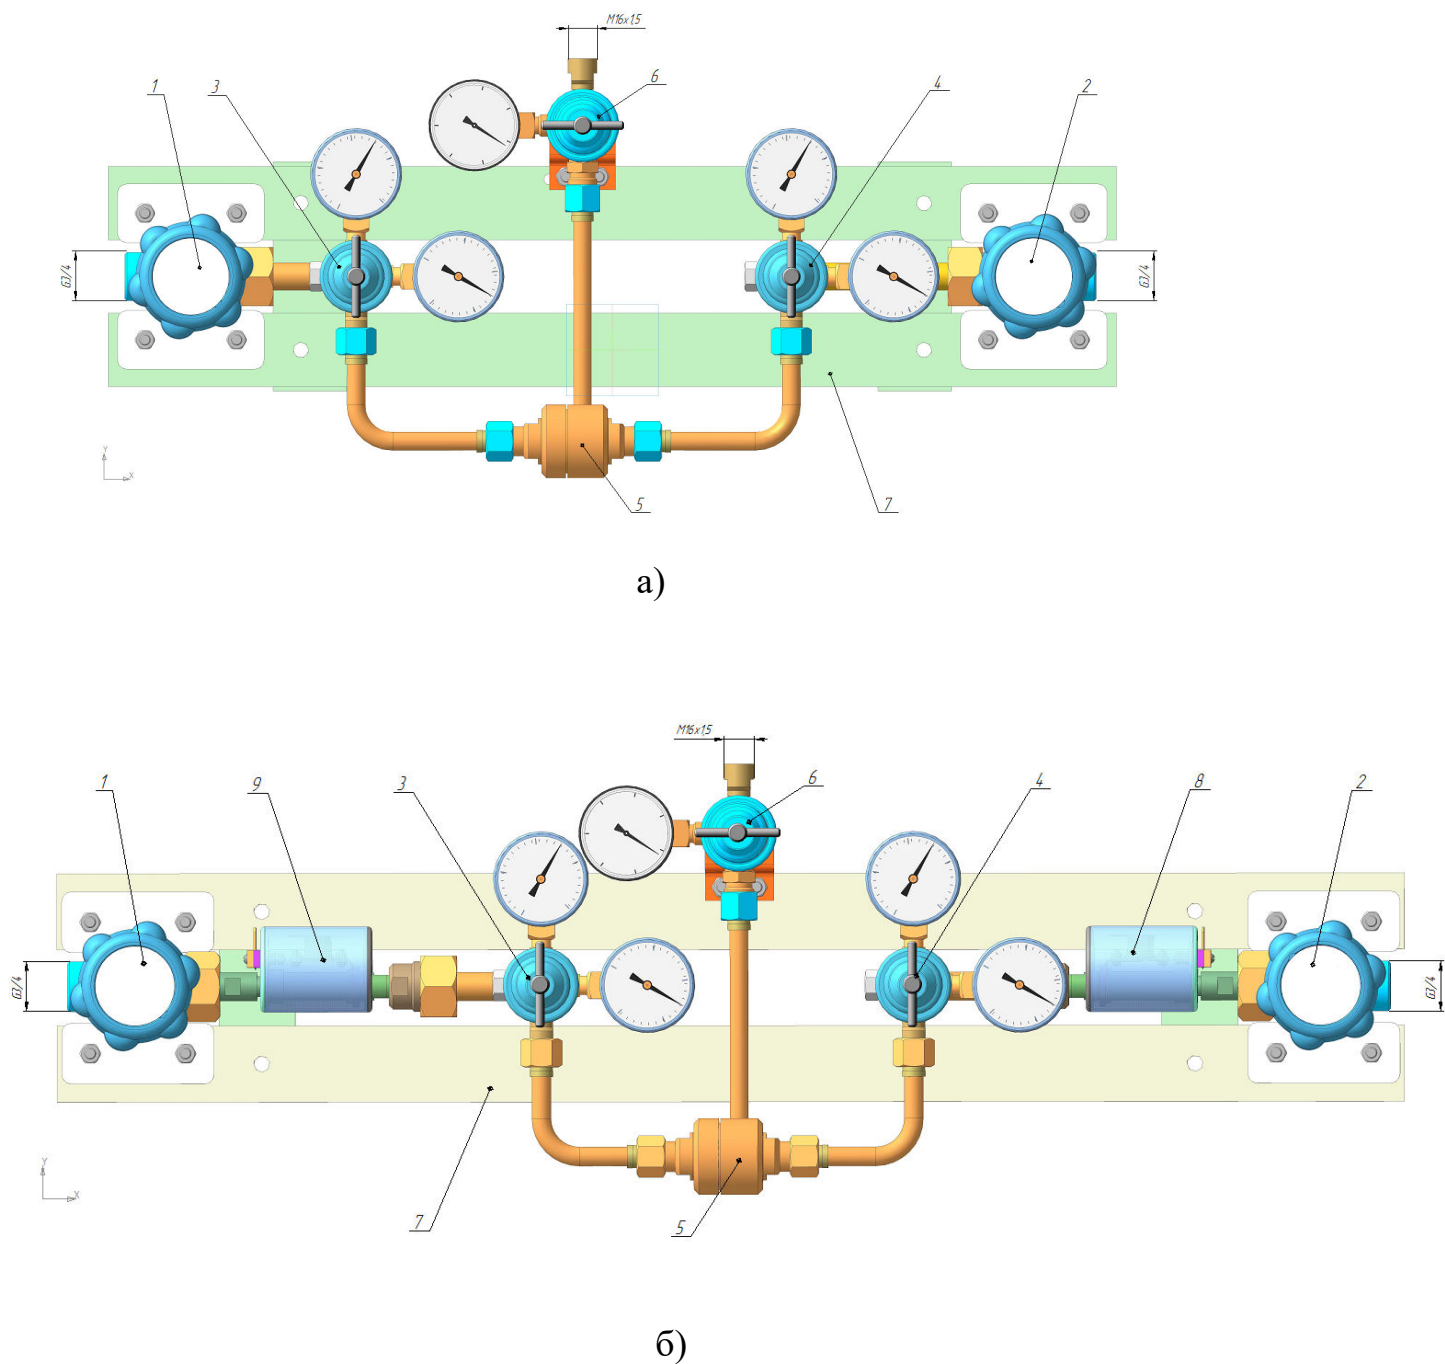

Рис.1 Щит автопереключения плеч перепускных газовых рамп.
4.1 На рис. 1 изображены общие вида щитов автопереключения
4.2.1 В зависимости от условий эксплуатации щиты выполняются без подогрева газа (Рис.1а) или с установкой подогревателей газа 8,9, расположенных между запорными клапанами 1,2 и редукторами 3,4 (Рис. 1б).